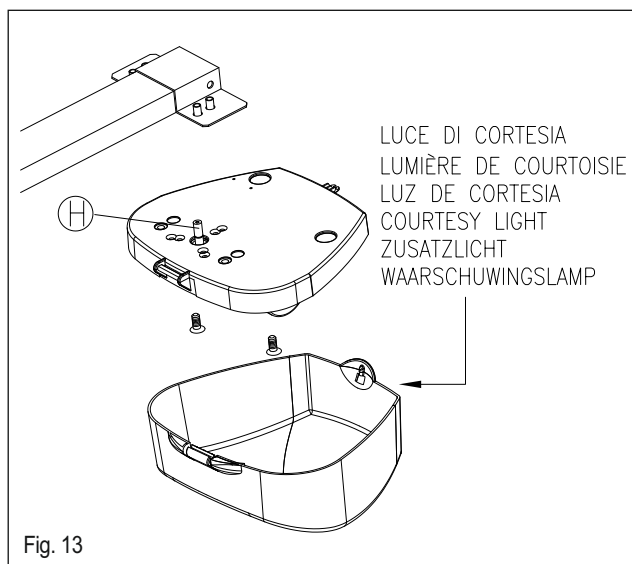

Fig. 13
**INSTALACIÓN DEL MOTORREDUCTOR:** coloque el motorreductor en la parte final trasera de la guía hasta que el eje de tracción H se inserte completamente. Ayúdese girando el motorreductor. Fije el motorreductor con los tornillos de cabeza avellanada M8x30 (fig. 13). Posteriormente, prepare la instalación eléctrica. Si el garaje es pequeño y se desea mejorar la luminosidad, el motorreductor ZEN puede montarse girado 180° (al contrario de la fig. 13), orientando de esta manera la luz de cortesía hacia afuera.